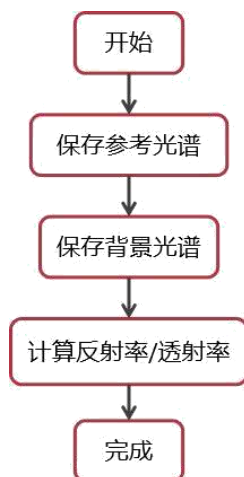

图 1 系统连接图
1、依次将光源、光纤跳线、滤光片支架、光谱仪按照图 1 方式连接，